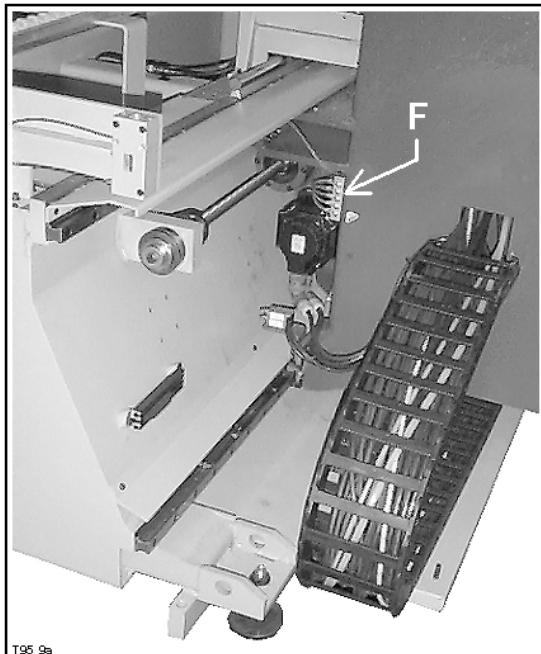

Fig. 20.4a
- Iniettare in ogni ingassatore F (Fig. 20.4a / 20.4b) circa 1cm3 di grasso (Tipo "AGIP GR MU EP0" - Vedi tabella a cap. 20.5) pulendo eventuali fuoriuscite.